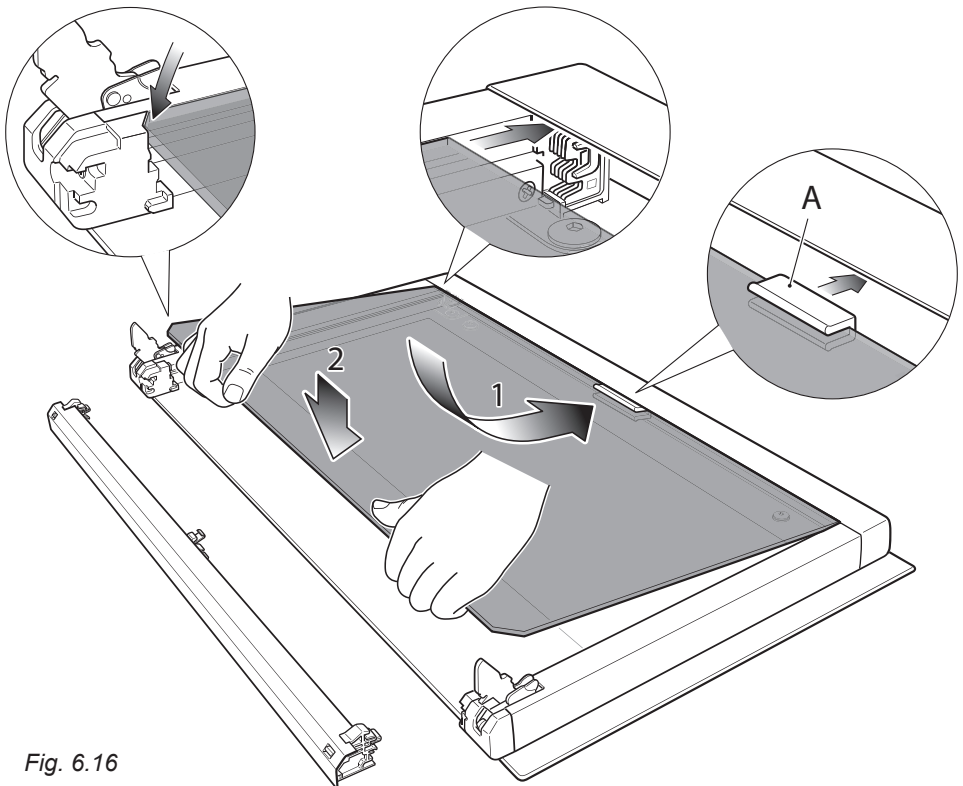

Fig. 6.16
- Vous vérifiez que le joint "A" est bien en place (fig. 6.16). Sinon, placer correctement le joint dans le bord supérieur de la vitre intérieure (en position centrale).
1. Insérer la vitre intérieure dans le niveau supérieur de rainures et appuyer légèrement (flèche 1 in figure 6.16).
2. Abaisser doucement la verre en place (flèche 2 in figure 6.16).